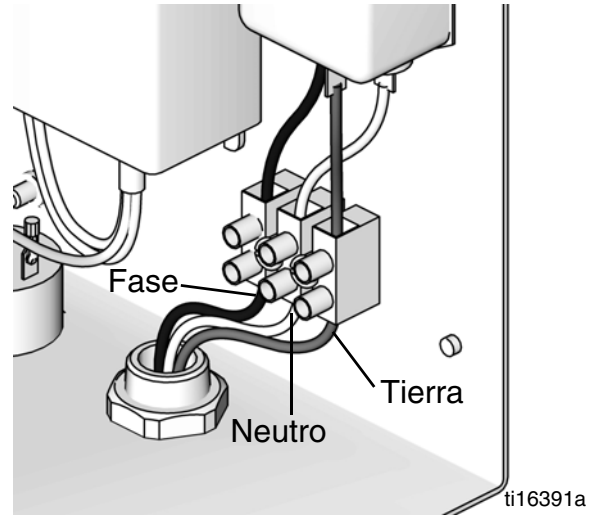

FIG. 6. Conexión eléctrica de la caja de control
2. Conecte el cable de alimentación eléctrica al bloque de bornes como se muestra en FIG. 6.